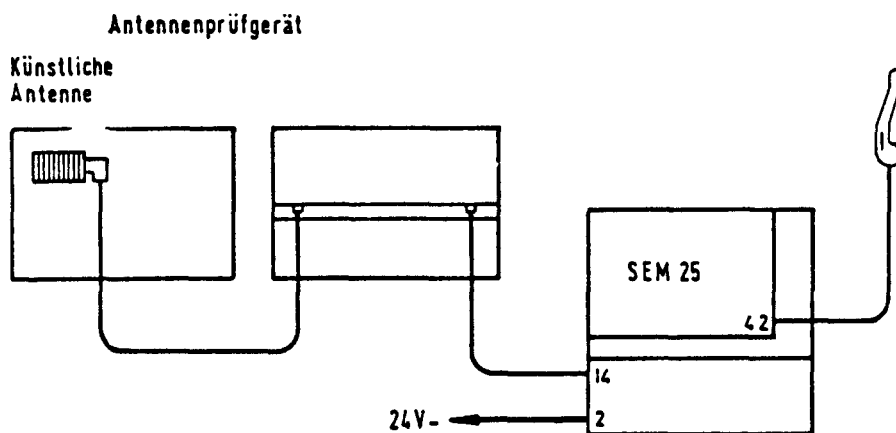

Bild 34 Meßaufbau
4.5.2. Einstellen des NF-Pegels am NF-Verstärker (Bild 34)